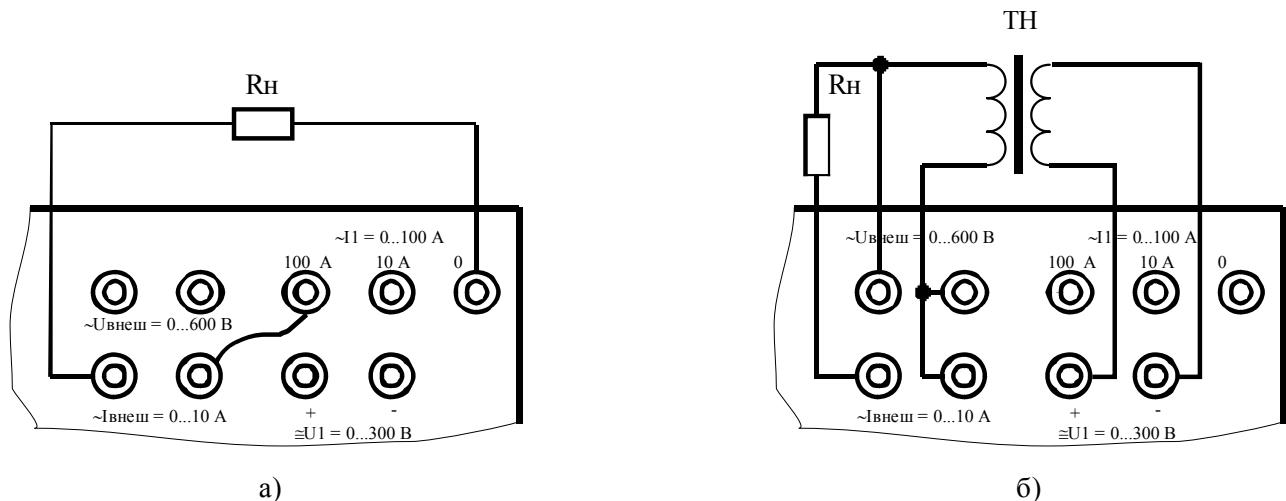

Рисунок 3 – Использование канала измерения внешнего тока (а) и канала измерения внешнего напряжения (б) при работе в режиме 1
8.3.1.7 Проверку работы четырехполюсников (например, трансформаторов) можно выполнять по схеме, показанной на рис. 3б. При установке переключателя «Uвнешн/U1» в положение «U1», а переключателя «Iвнешн/I1» – в положение «I1» на индикаторе отображаются значения параметров сигнала, подаваемого на вход четырехполюсника. При переключении переключателей в положения «Uвнешн» и «Iвнешн» соответственно, на индикаторе отображаются значения параметров сигнала на выходе четырехполюсника.